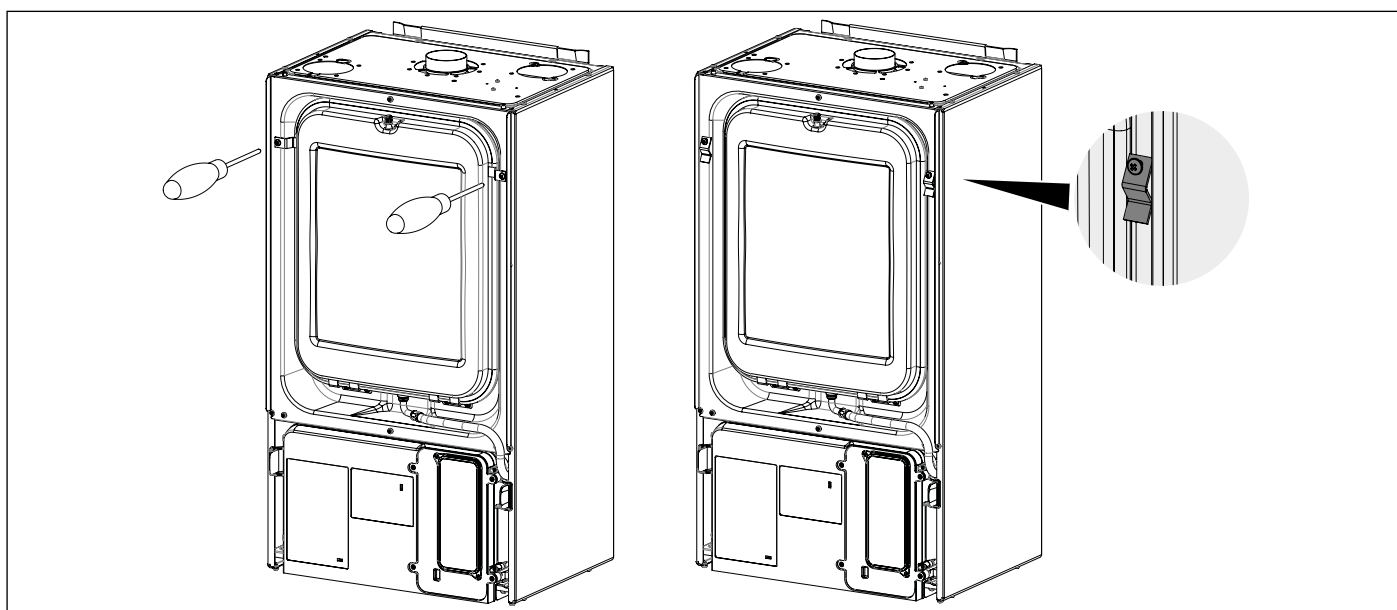
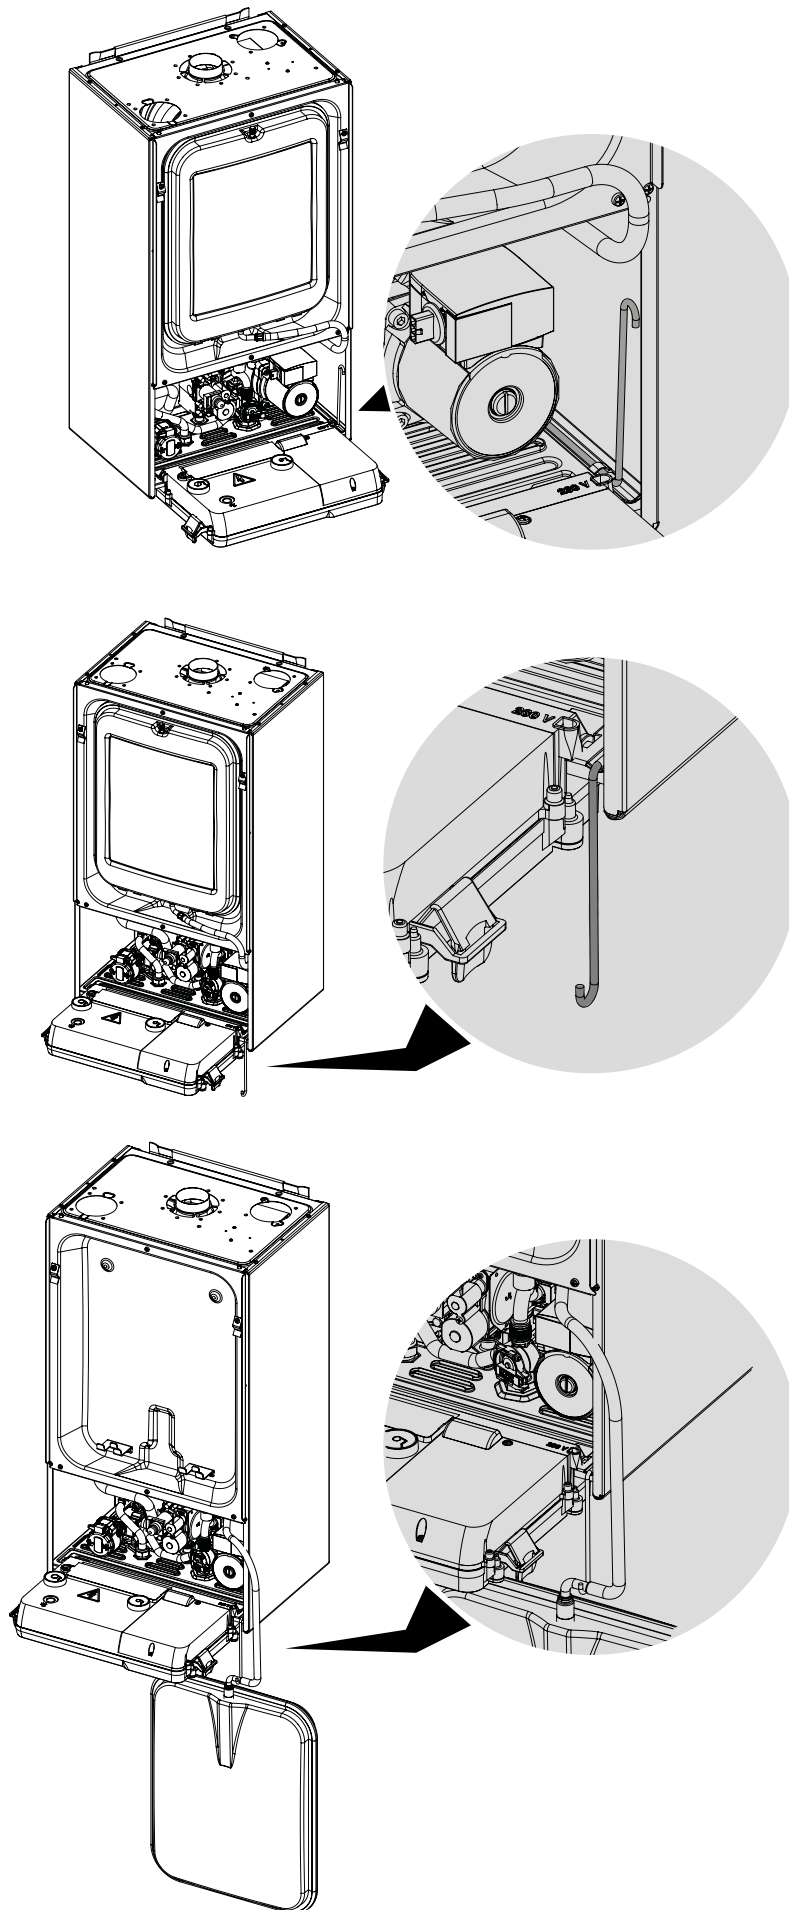

Fig. 36 Desmontaje soportes de bloque vaso de expansión
Fig. 37 Soporte porta vaso de expansión
- Quitar el panel frontal de la cámara de combustión, desplazando el depósito de expansión (véase Fig. 36 Desmontaje soportes de bloque vaso de expansión y Fig. 37 Soporte porta vaso de expansión).